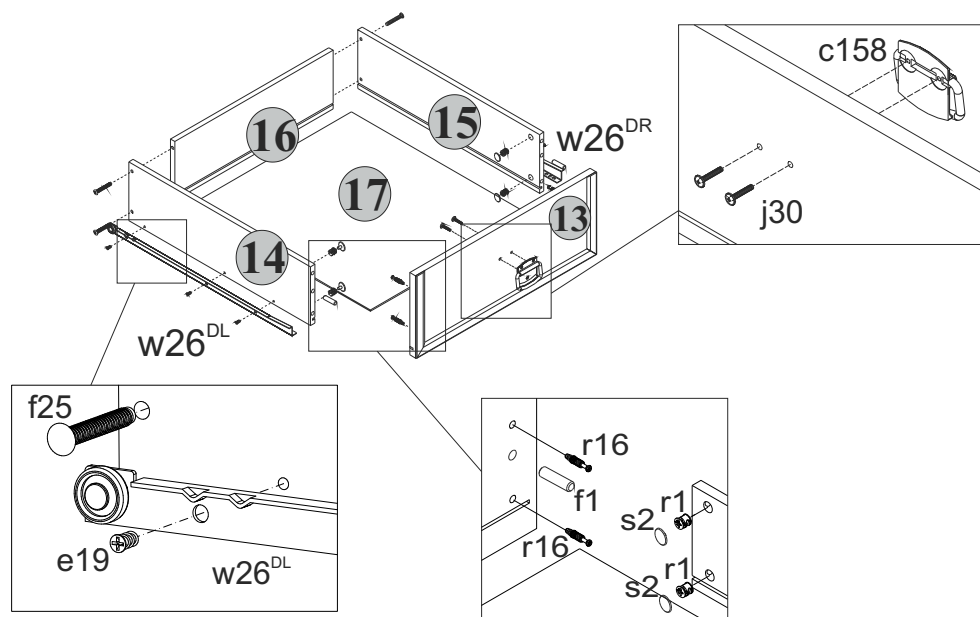

Рис. 3
- 5.23 В отверстия диаметром **8 мм** на передних кромках стенок боковых **14 и 15** ящиков вбить деревянные шканты **f1** (см.рис.3).
- 5.24 В отверстия диаметром **15 мм** на внутренних поверхностях стенок боковых **14 и 15** ящиков вставить стяжки эксцентриковые **r1** (см.рис.3).
- 5.25 В отверстия диаметром **5 мм** на внутренних поверхностях панелей ящиков **13** с помощью крестообразной отвертки вкрутить винты стяжки **r16** (см.рис.3).
- 5.27 Соединить панели ящиков **13** с корпусами ящиков и затянуть стяжки эксцентриковые **r1**, пользуясь специальным ключом **z1**. Закрыть стяжки эксцентриковые заглушками **s2** (см.рис.3).